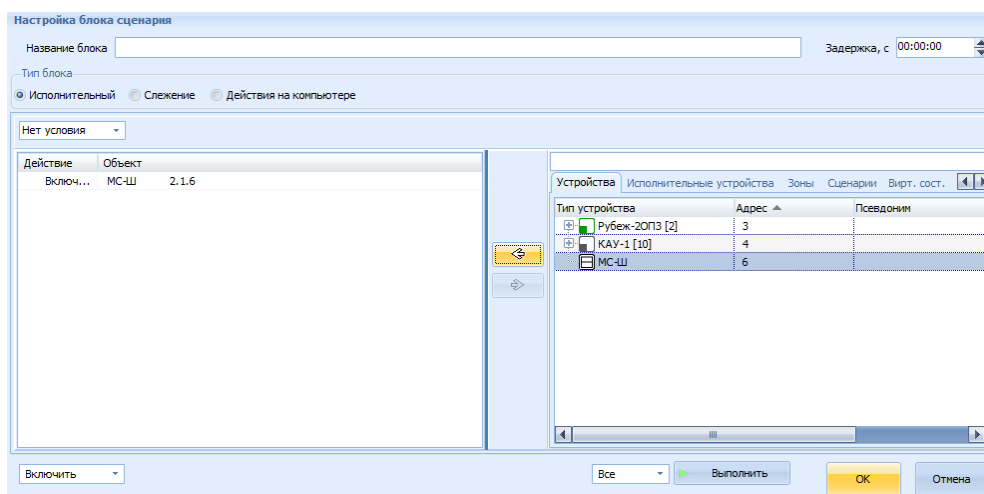

Рисунок 5.33 – Окно «Настройка сценария»
- В сценарий добавить исполнительный блок, в окне «**Настройка сценария**» перенести МС-Ш в левое поле (рисунок 5.33). Для каждого направления следует создавать свой исполнительный блок.